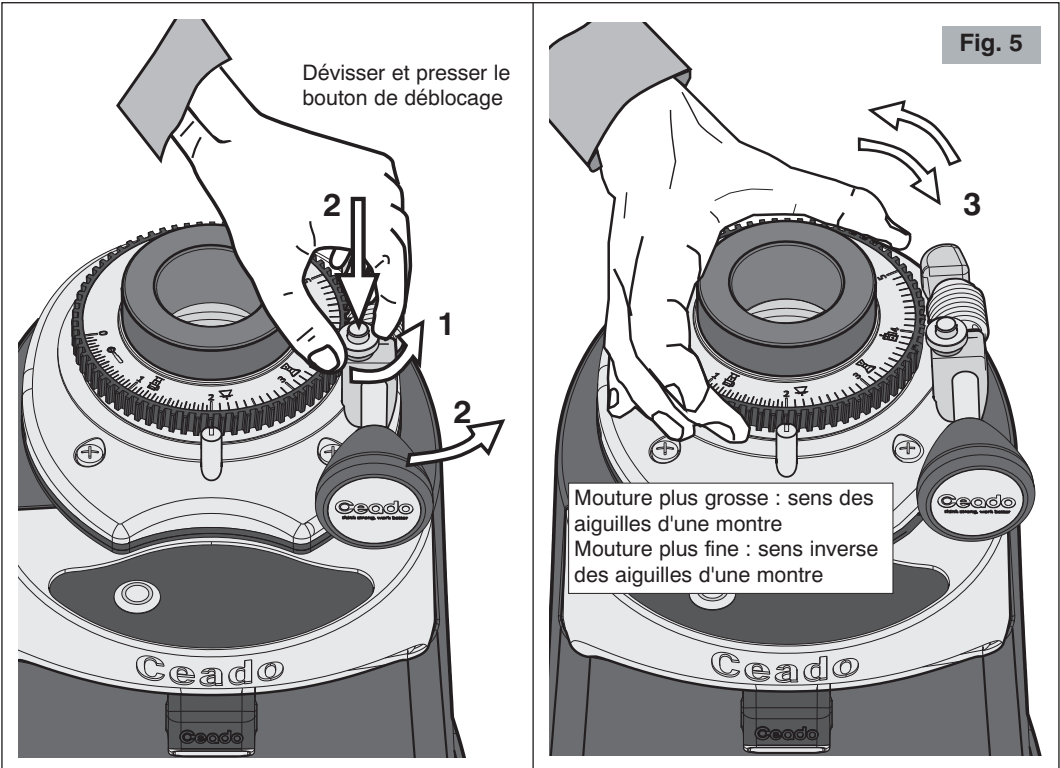

Fig. 5
- Il est possible d'accélérer les opérations de réglage en tournant la bague dentée (4 Fig. 1) directement (voir Fig. 5 - 1, 2, 3) après l'avoir débloquée en dévissant et en pressant le bouton de déblocage (5 Fig. 1) et en éloignant le bloc de réglage.